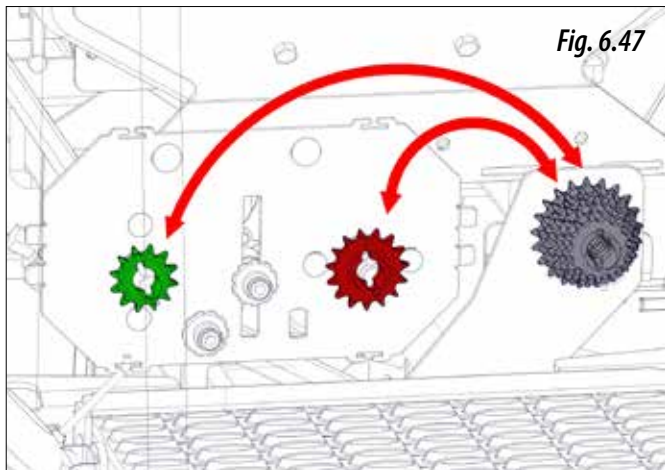

Fig. 6.47
- 3- Enlever les goupilles à anneau et changer les pignons en fonction de la dose à distribuer. Remettre en place les goupilles à anneau après avoir changé les pignons (figure 6.47).